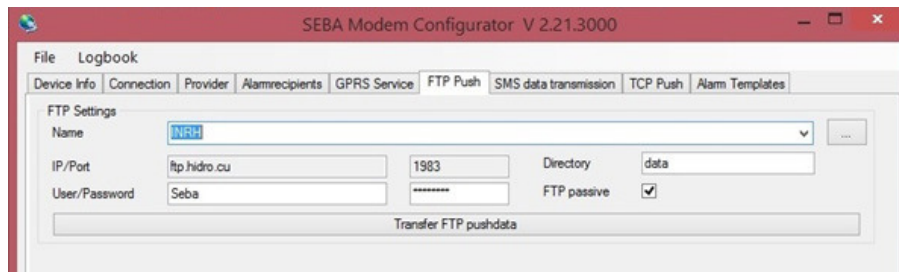

FIGURA 11. PESTAÑA "FTP PUSH".
9. Seleccione la pestaña “FTP Push” (Figura 11).